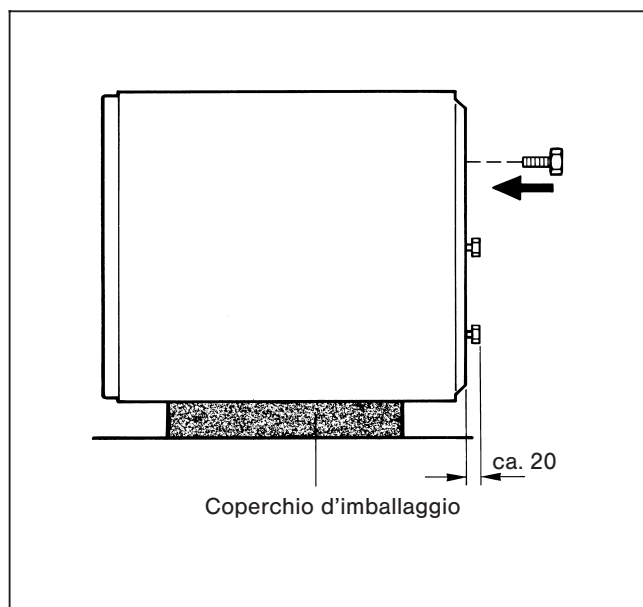

Fig. 3
- Togliere il coperchio d'imballaggio e posarlo a terra per usarlo come superficie d'appoggio (Fig. 3).
- Appoggiare l'accumulatore sullo spigolo della paletta di base e posarlo con la parte laterale sulla superficie d'appoggio (Fig. 3).
- Avvitare per circa 20 mm 3 viti per la messa in posa nella base inferiore dell'accumulatore (Fig. 3).